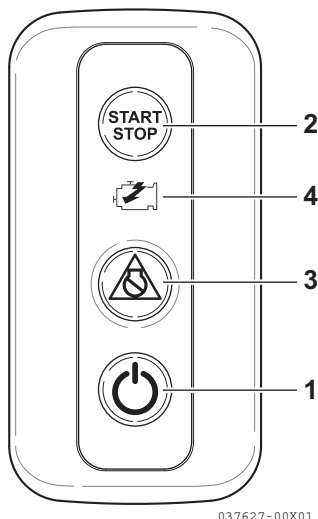

Figura 8
4. Premere l'interruttore di accensione sul quadro interruttori della stazione selezionata (**Figura 8, (1)**).
9. Premere l'interruttore START/STOP del motore (**Figura 8 (2)**) e accendere il motorino di avviamento.